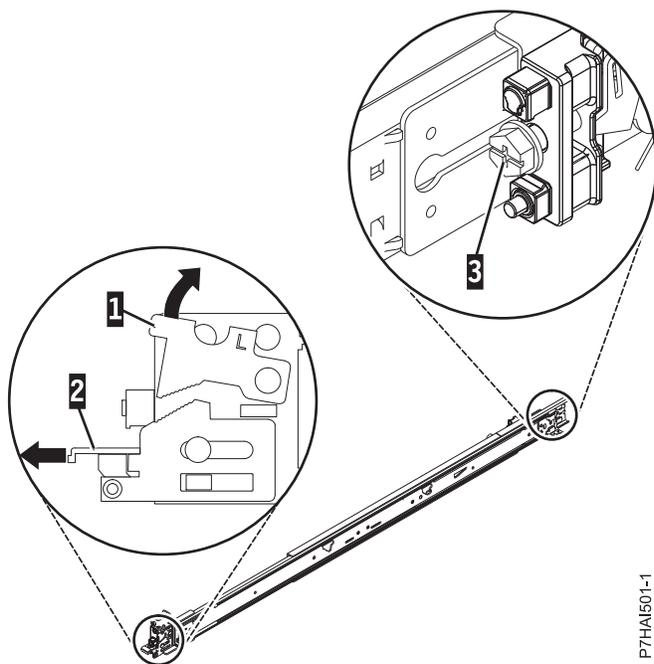

Figura 2. Apertura del pestillo frontal y extracción del tornillo posterior
2. Extraiga el tornillo de la parte posterior del riel (3). Empuje hacia arriba la pestaña de bloqueo (1) situada en la parte frontal y tire del pestillo frontal (2) que se halla en la parte frontal del riel. Para obtener más detalles, consulte la Figura 2.